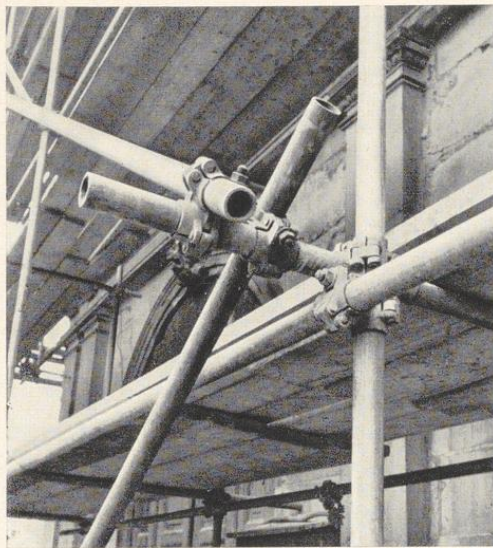

Bild 155. Knotenpunkt des Stahlrohrgerüsts von Bild 154
**Knotenverbindungen** werden zur Herstellung von rechtwinkligen und schiefwinkligen Anschlüssen gebraucht. Beim Anschluß mehrerer Rohre in einem Knotenpunkt sind die Kupplungen eng aneinanderzulegen (s. Bild 155). Für die Verankerungen gelten die Bestimmungen für die Stangengerüste. Stahlrohrgerüste sind in der Längsrichtung durch Streben gegen seitliche Verschiebungen zu sichern, freistehende Stahlrohrgerüste auch in der Querrichtung.